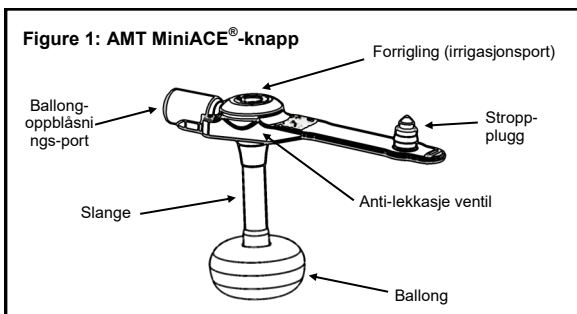

Figure 2: 12-tommers høyrevinklet irrigasjonssett
- (1) 12-tommers høyrevinklet irrigasjonssett (Fig. 2)